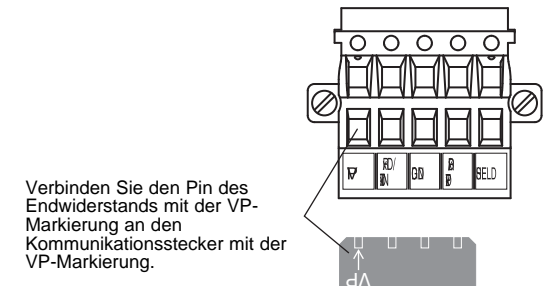

Abbildung 2
(2)Endwiderstand an die Einheiten an beiden Systemenden anschließen (siehe Abbildung 2). Wenden Sie ein Drehmoment von 0,5 bis 0,6 Nm an, um einen festen Sitz zu gewährleisten.